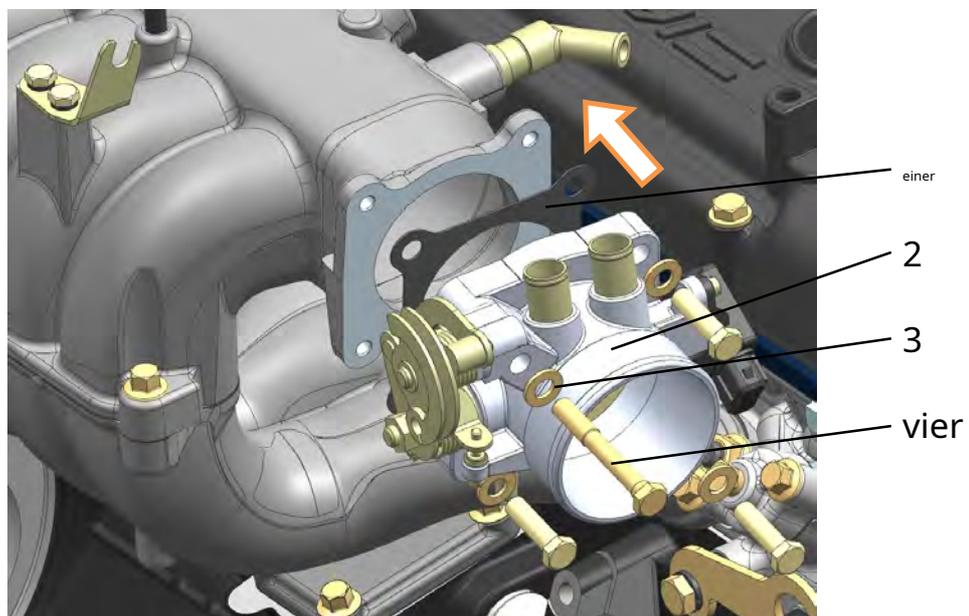

Abb. 197. Choke-Einstellung:
**2.** Drosselklappe 2 (Abb. 197) mit Dichtung 1 einbauen und Schrauben 4 . festziehen Befestigungselemente mit Unterlegscheiben 3 mit einem Drehmoment von  $11,8 \dots 17,6 \text{ N} \cdot \text{m}$  ( $1,2 \dots 1,8 \text{ kgf} \cdot \text{m}$ ).